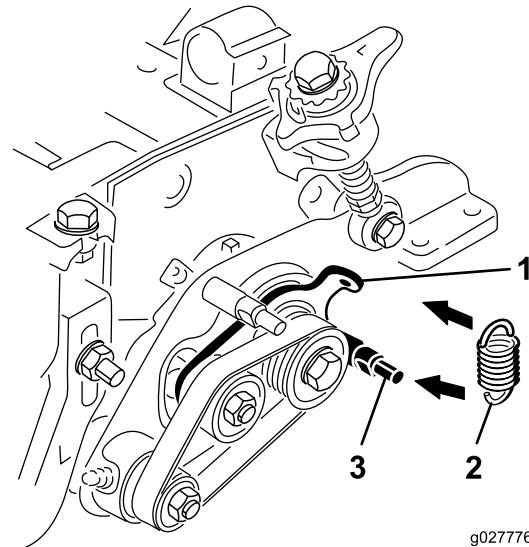

图16
24. 将疏草刀皮带安装到皮带轮上 (图16)。
25. 将怠轮弹簧挂在怠轮板凸耳的孔中, 将凹槽绕到疏草刀板的下螺栓上 (图16)。